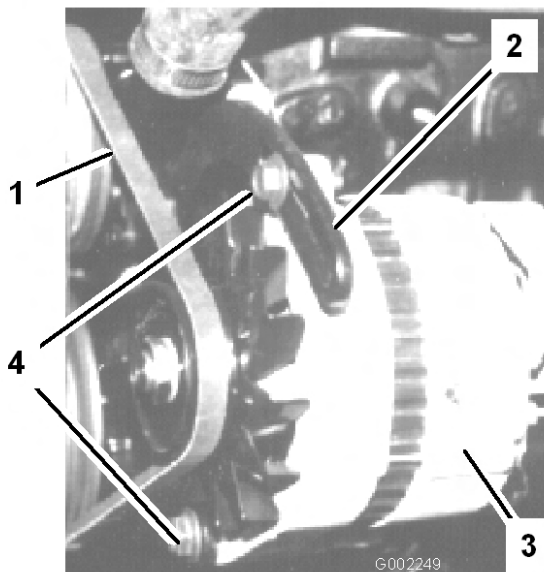

Figura 56
3. Desaperte as porcas que fixam a abraçadeira ao motor e a porca que fixa o alternador à abraçadeira (Figura 56).